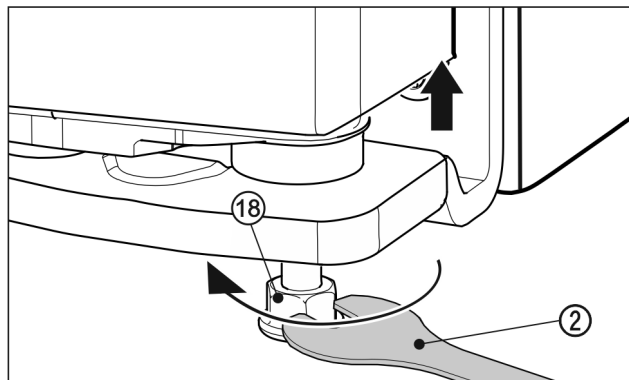

Fig. 25
- Keerake ukse tõstmiseks seadejalga Fig. 25 (18) kaasasoleva lihtvõtmega Fig. 25 (2) paremat pidi pörandaga kokku puuteni välja. Siis keerake edasi, kuni ukse kõrgus on seatud. Tarneseisundis on laagripolt täiesti sisse keeratud.